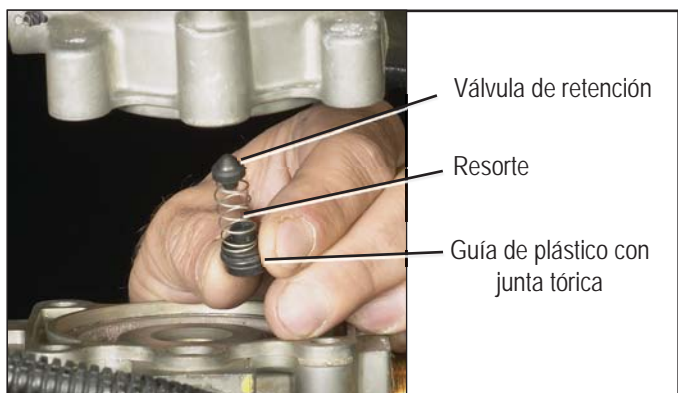

Figura 6 - VÁLVULA DE RETENCIÓN INTERNA
- Retire la guía de plástico, el resorte y la válvula de retención del agujero de la misma y deséchelos. Nota: La válvula de retención puede adherirse a su asiento en el cuerpo superior. Asegúrese de retirar todos los componentes antes de ir al siguiente paso. Consulte la figura 6.